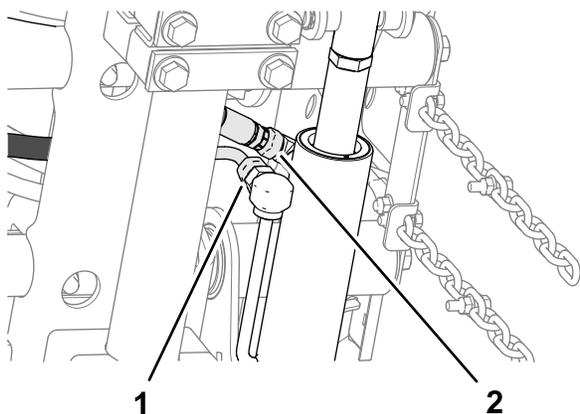

Рисунок 16
2. Установите проставку между несущей и монтажной пластинами (**Рисунок 16**) и соедините пластины и проставку, не затягивая, с помощью каретного болта ($\frac{3}{8}$ x $1\frac{1}{4}$ дюйма) и фланцевой контргайки ($\frac{3}{8}$ дюйма).